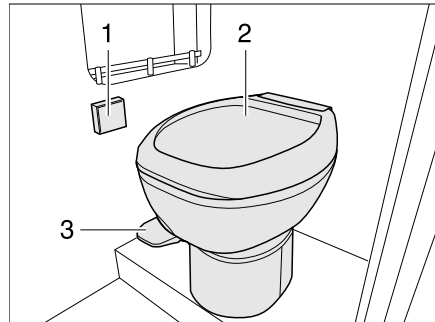
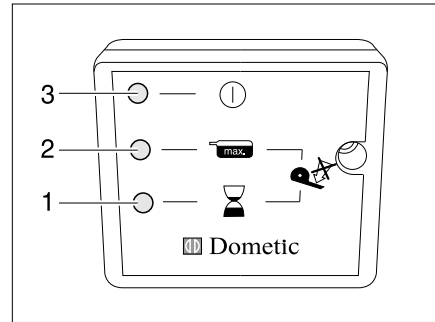

Bild 161 Vakuum-Toilette
Bild 162 Panel Vakuum-Toilette
- Die Stromversorgung einschalten. Auf dem Panel (Bild 161,1) leuchtet ca. 1 Minute lang die gelbe LED (Bild 162,1). Im System wird ein Vakuum erzeugt.
- Wenn die grüne LED (Bild 162,3) am Panel aufleuchtet, das Pedal (Bild 161,3) kurz anheben, damit etwas Wasser in die Toilettenschüssel (Bild 161,2) läuft und der Verschluss am Boden mit Wasser bedeckt ist.
- Das Pedal (Bild 161,3) für wenige Sekunden nach unten drücken.
- Das Pedal kurz anheben, damit etwas Wasser in die Toilettenschüssel (Bild 161,2) läuft und der Verschluss am Boden mit Wasser bedeckt ist.
Die rote LED (Bild 162,2) leuchtet, wenn die Kassette entleert werden muss oder entnommen wurde.